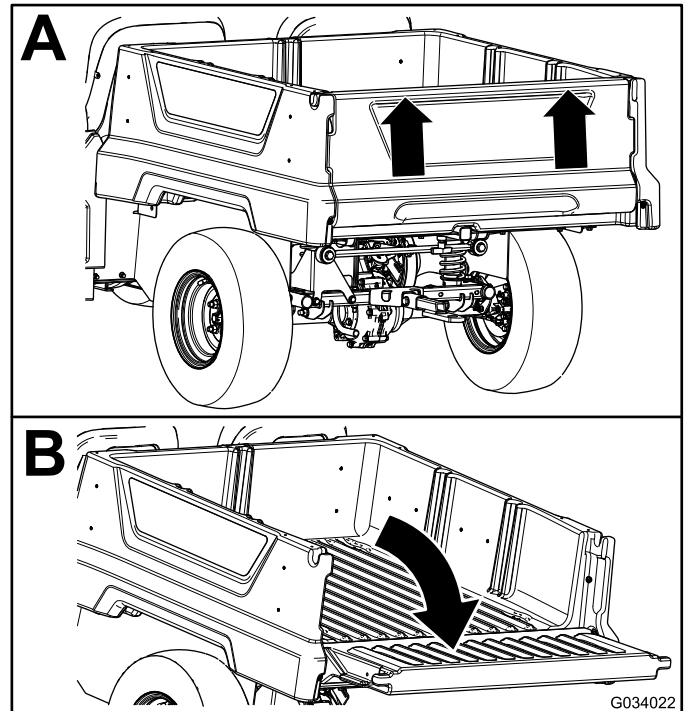

Figure 14
2. Soulevez le hayon des deux mains en le prenant par le bord supérieur (Figure 14).
3. Baissez le hayon jusqu'à ce qu'il soit au même niveau que le fond du plateau de chargement (Figure 14).